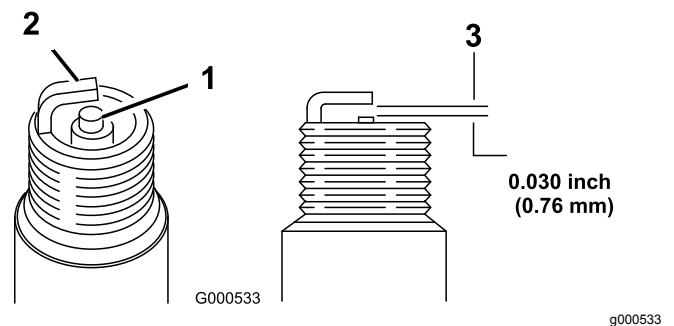

Figura 31
5. Ajuste la distancia entre los electrodos a 0,76 mm, según se muestra en Figura 31.